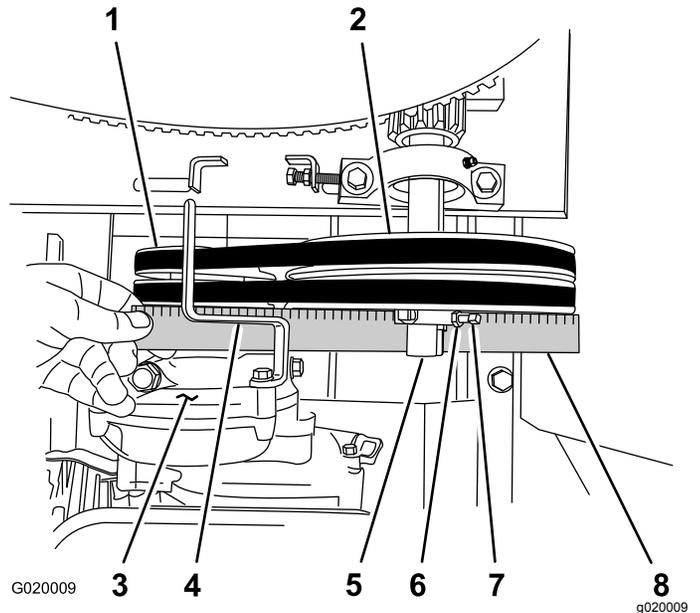

Figura 63
D. Coloque una regla sobre la polea del motor y la polea tensora (Figura 63).
- E. Si es necesario, gire el motor sobre la chapa del motor hasta que la polea del motor y la polea tensora estén alineadas con la regla (Figura 63).